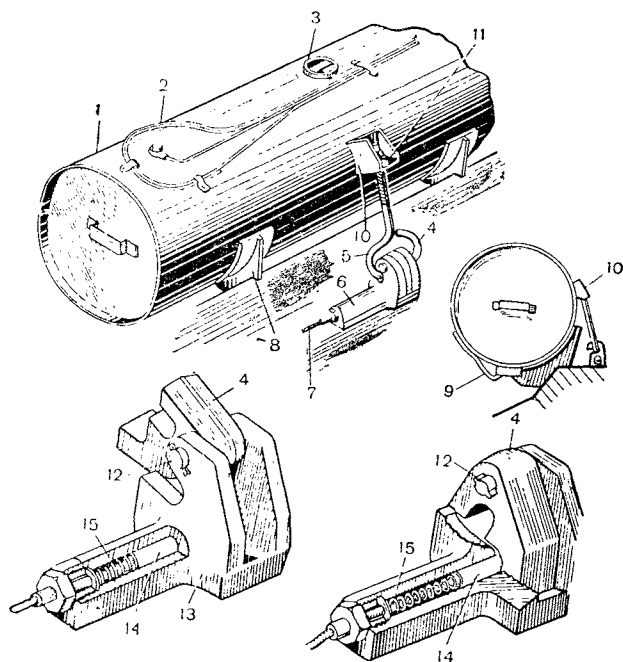

Рис. 98. Дополнительные топливные баки:
**Дополнительные топливные баки** (рис. 98) емкостью по 90 л каждый крепятся на кронштейнах, приваренных к кромкам верхних наклонных бортовых листов, по два с правой и левой стороны. Баки включены в систему питания горючим.
Каждый бак установлен на двух кронштейнах 8 (рис. 98). Для крепления бака к его поверхности приварены два крючка 9 и проушина 10. Крючки входят в специальные гнезда кронштейнов 8,